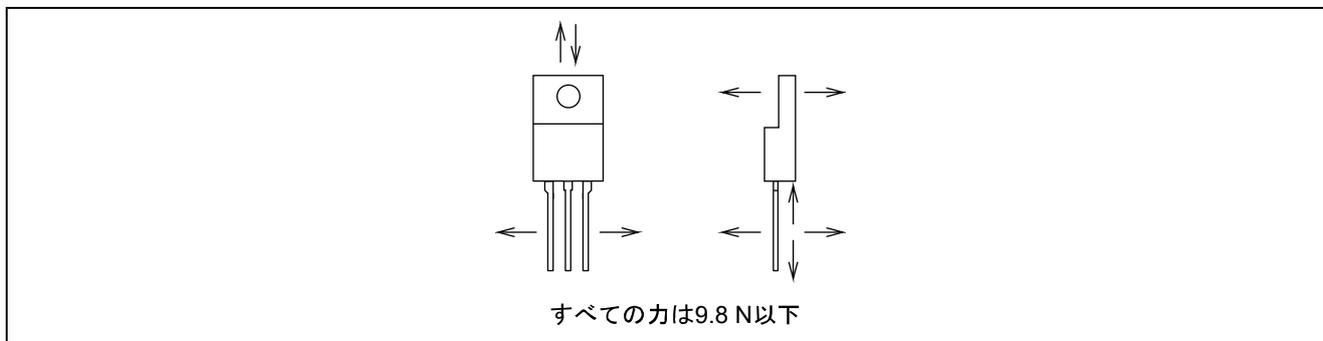

図 14 電極リードへのストレス
デバイスの電極リード (取り付け部分を含む) に必要以上のストレスを加えると、素子に損傷を与えることがありますので、図 14 の矢印で示すような荷重は、すべて 9.8 N 以下にしてください。
- 図 14 に示すストレスが加わらないような専用治具を御用意いただくか、あるいは先の細長いラジオペンチ 2 本を用意し、1 本のラジオペンチでリード上の折り曲げ点とトランジスタ本体との間のリード部分をはさみ、もう 1 本のラジオペンチで、残りのリードをはさんで折り曲げてください。